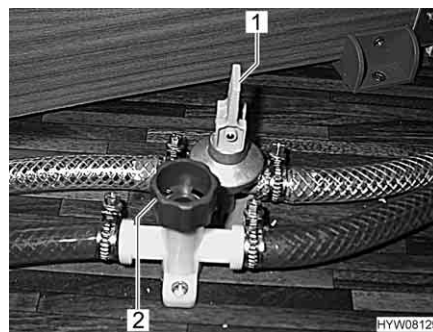

Bild 158 Ablasshähne
- Alle Ablasshähne für den Boiler schließen. Dazu den Kipphebel (Bild 158, 1) waagrecht stellen bzw. die Kappe (Bild 158, 2) im Uhrzeigersinn drehen.
- Alle Ablasshähne für den Boiler öffnen. Dazu den Kipphebel (Bild 158,1) senkrecht stellen bzw. die Kappe (Bild 158,2) entgegen dem Uhrzeigersinn drehen.